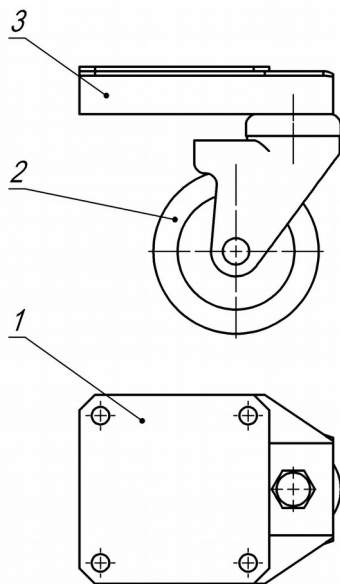

Рисунок 1
1.3.2.1 Изделие, см. рисунок 1, представляет собой площадку 3 с прикрепленной к ней колесной опорой 2 и установленной сверху пластиной 1.
- 2) установить площадку с прикрепленной колесной опорой и установленной сверху пластиной, см. рисунок 1, вместо штатной опоры, предварительно подтянуть крепление колесной опоры к площадке;